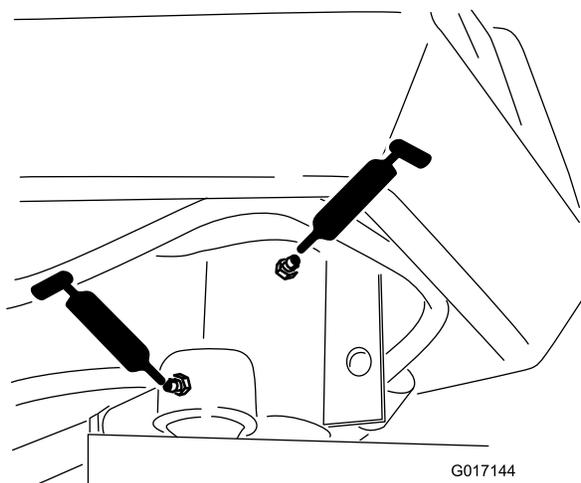

図 30
- ステアリングフォークのシャフト1か所 図 30
- ステアリングシリンダロッドの端部 図 30